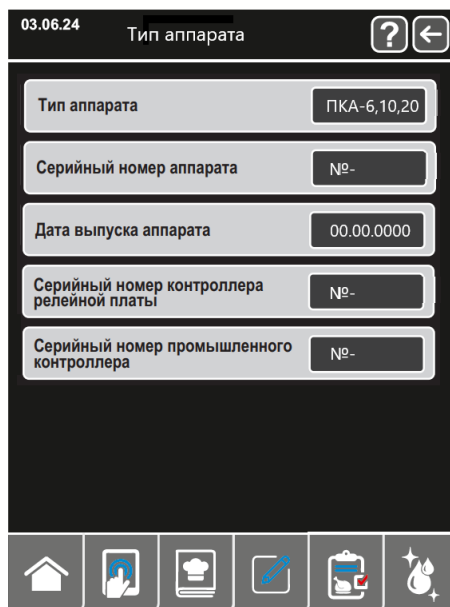

Рис.15.8 Окно тип аппарата
5.6.5.1 Нажмите на строку Тип аппарата, отобразится окно рис.15.8 с серийными номерами и датой выпуска ПКА, Тип аппарата задан – конфигурация – сервисный уровень доступа.